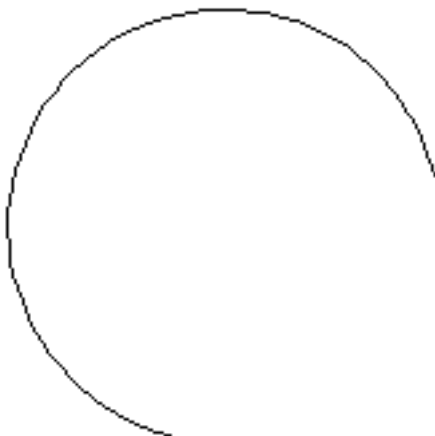

Рис. 6.18. Результат разрыва окружности
2. Укажите вторую точку где-либо возле окружности, чтобы разорвать окружность и получить ее часть в виде дуги. Результат должен выглядеть примерно так, как показано на рис. 6.18.